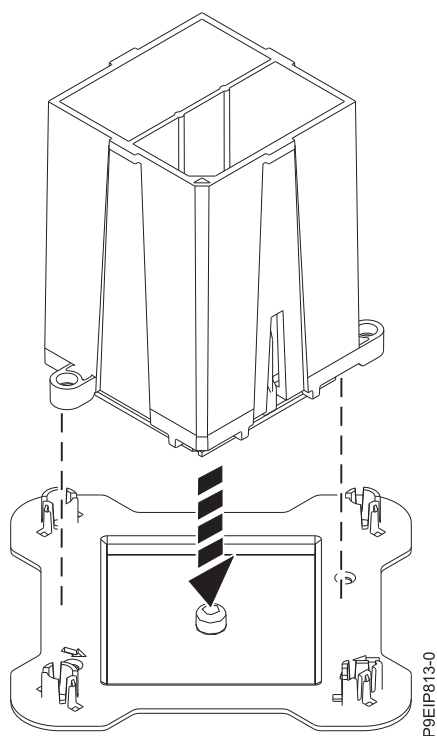

Figure 88. Positionnement du module du processeur système en biais sur le couvercle de l'emballage
10. Maintenez l'outil par son extrémité et soulevez-le ainsi que le module de processeur système hors du connecteur. Placez-les en biais sur le couvercle de l'emballage du module de processeur système, comme illustré dans la figure 88, à la page 82. Le fait de placer le module de processeur système en biais sur le couvercle de l'emballage du module de processeur système facilitera la prise et le positionnement dans l'emballage une fois que le module de processeur système aura été remplacé.